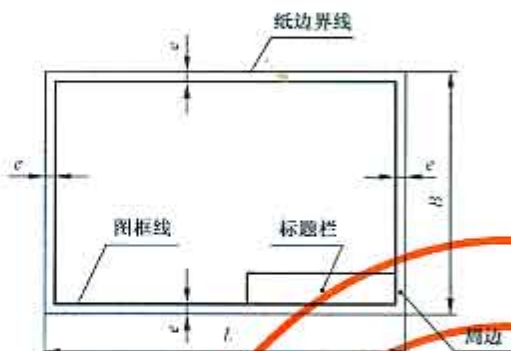
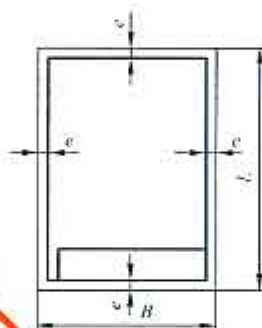

图 2 无装订边图纸(X型)的图框格式
图 3 无装订边图纸(Y型)的图框格式
4.2 不留装订边的图纸,其图框格式如图 2、图 3 所示,尺寸按表 4 的规定。
5.1 每张图纸上都必须画出标题栏。标题栏的格式和尺寸按 GB/T 10609.1 的规定。标题栏的位置应位于图纸的右下角,如图 2~图 5 所示。
5.2 标题栏的长边置于水平方向并与图纸的长边平行时,则构成 X 型图纸,如图 2、图 4 所示。若标题栏的长边与图纸的长边垂直时,则构成 Y 型图纸,如图 3、图 5 所示。在此情况下,看图的方向与看标题栏的方向一致。